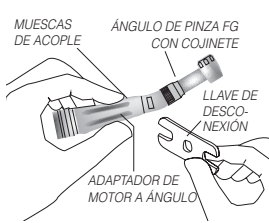

FIG.3
- Coloque la llave de desconexión del ángulo, StarDental Parte #203048, proporcionada con cada ángulo, en las muescas de acople sobre el cuello del ángulo; ajuste de forma segura. (Fig.3)